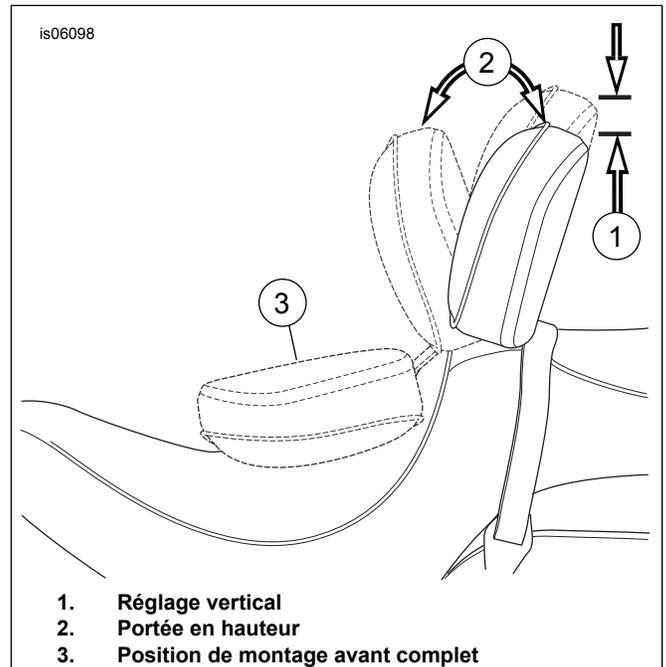

Figure 8. Positions du dossier
7. Voir la figure 8. Une fois le dossier et la selle en place, repousser le dossier jusqu'à sa position avant maximale (3). Le mécanisme du dossier va venir appuyer contre la face inférieure de la selle et contre le protège-selle qui a été inséré.
1. Voir la figure 8. La poignée de réglage est utilisée pour déplacer la position du coussin du dossier vers l'avant et vers l'arrière.
2. Afin d'ajuster le coussin du dossier vers l'avant ou vers l'arrière (2), pousser la poignée. Appuyer contre le coussin du dossier pour faciliter le réglage arrière. En évitant de faire pression sur le coussin du dossier, mais en appuyant sur la poignée, le dossier viendra se placer à sa position avant maximale. Relâcher la poignée pour verrouiller le dossier en place.
3. Pour régler le coussin du dossier vers le haut et vers le bas (1), tirez le bouton à l'arrière du coussin. Soulevez et abaissez le dossier dans la position souhaitée, puis le relâcher lorsque le coussin est dans la position désirée.